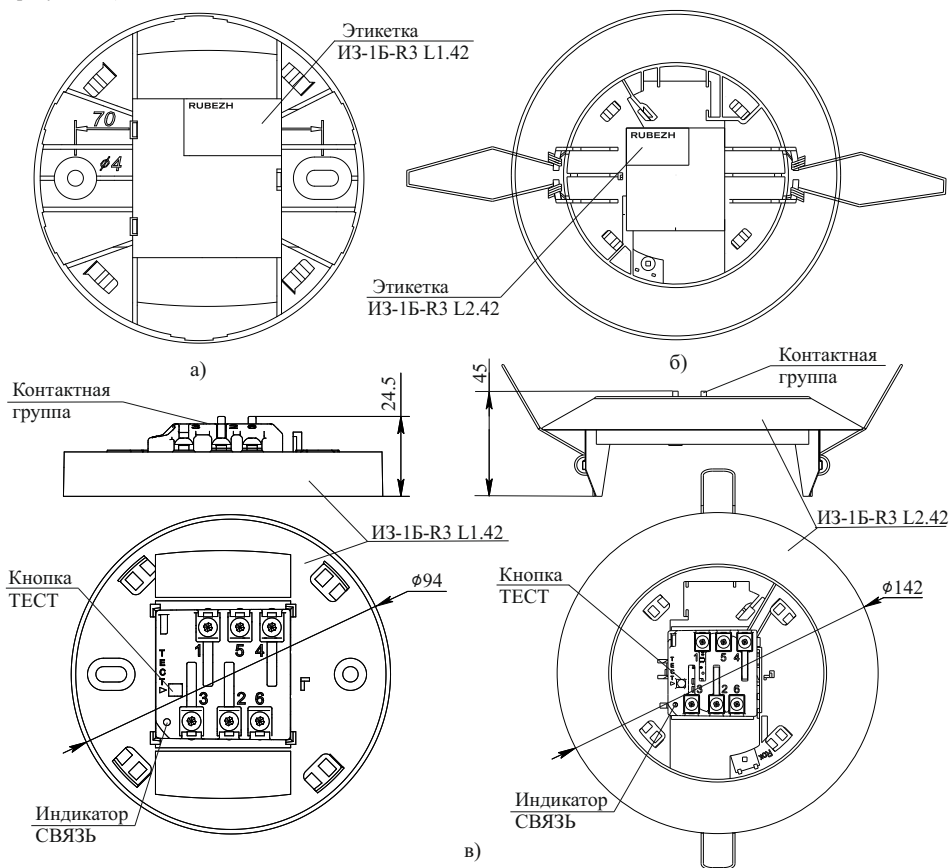

Рисунок 1
4.1 ИЗ-1Б-Р3 конструктивно выполнен в пластмассовом корпусе. Внешний вид ИЗ-1Б-Р3 со стороны установки на несущую конструкцию приведен на рисунке 1 а), на подвесной потолок – на рисунке 1 б). С внешней стороны на основании размещена этикетка с информацией об ИЗ-1Б-Р3. С внутренней стороны на основании размещена плата с электронными компонентами ИЗ-1Б-Р3 (рисунок 1 в).